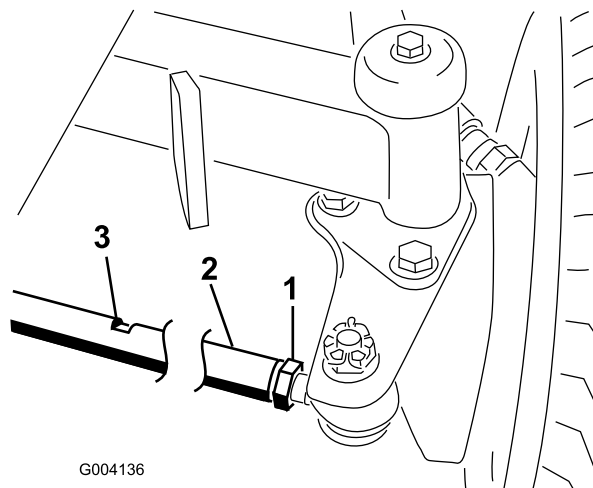

Bild 57
2. Lösen Sie die Klemmmutter an jedem Ende der Spurstange (Bild 57).